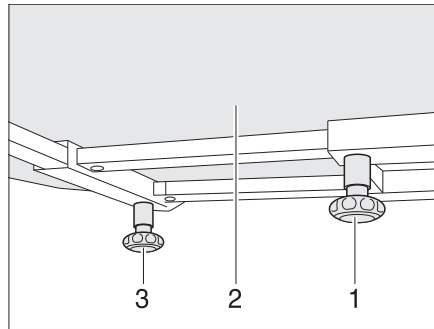

Bild 93 Fester Tisch
- Rändelschraube (Bild 93,1) lösen.
- Tischplatte (Bild 93,2) in die gewünschte Position verschieben.
- Rändelschraube (Bild 93,3) lösen.